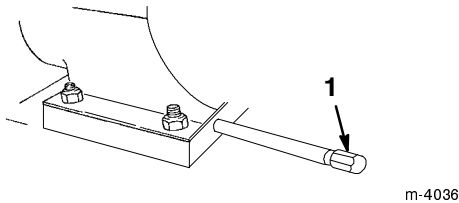

Figure 23
2. Nettoyez la surface autour du bouchon de vidange d'huile (Fig. 23).
3. Placez le bac de vidange sous le tube de vidange et retirez le bouchon (Fig. 23).